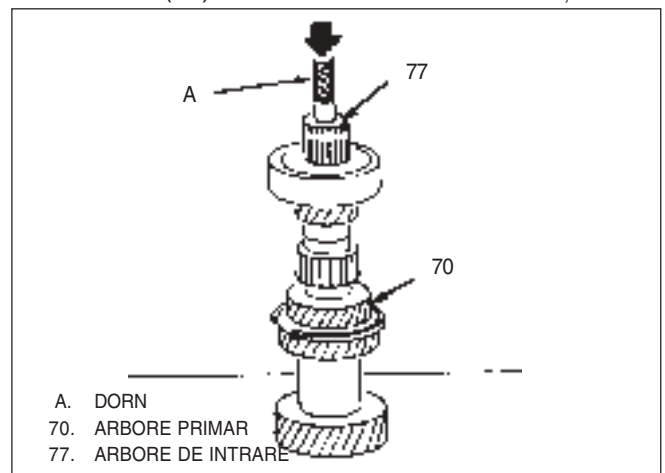

Fig. 33 Demontare arbore primar și arbore de intrare
#### ↔ Demontare sau deconectare (Fig 33 și 39)
- 1) Arbore de intrare (77) din arborele primar (70) folosind un dorn și presa hidraulică, Fig 33.
- 2) Siguranță inelară (69).
- 3) Rulment (68) de pe arborele primar (70) folosind un dorn și presa hidraulică.